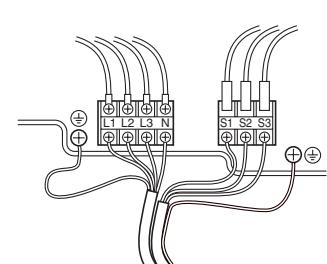

Fig. 6-2
### 6.1. Dış ünite (Fig. 6-1, Fig. 6-2)
- ① Servis panelini sökünen.
- ② Fig. 6-1 ve Fig. 6-2'ye bakarak kabloları bağlayın.